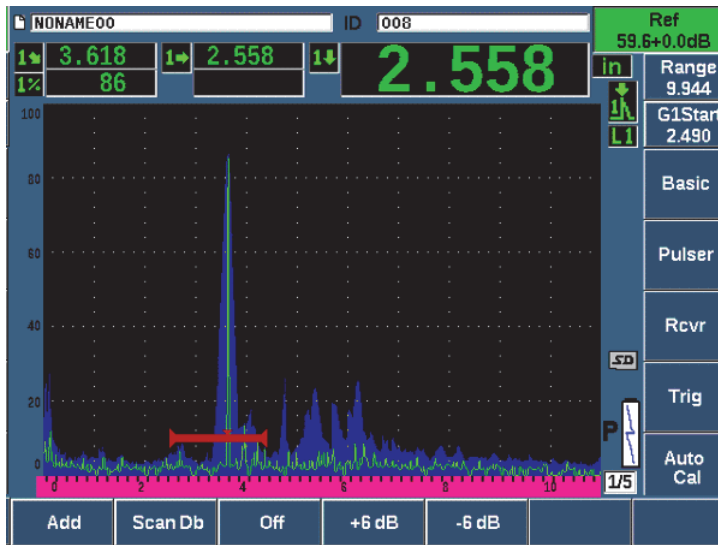

Figure 9-25 Réglage du gain de référence
5. Utilisez les paramètres **Add** (Ajouter), **Scan Db** (dB bal.), **+6 dB**, **-6 dB** et **Off** (Désact.) pour régler le gain de balayage lorsque le gain de référence (**Ref**) est activé (voir la Figure 9-25 à la page 192). Pour en savoir plus sur ces fonctions, voir « Réglage du gain de référence et du gain de balayage » à la page 120.